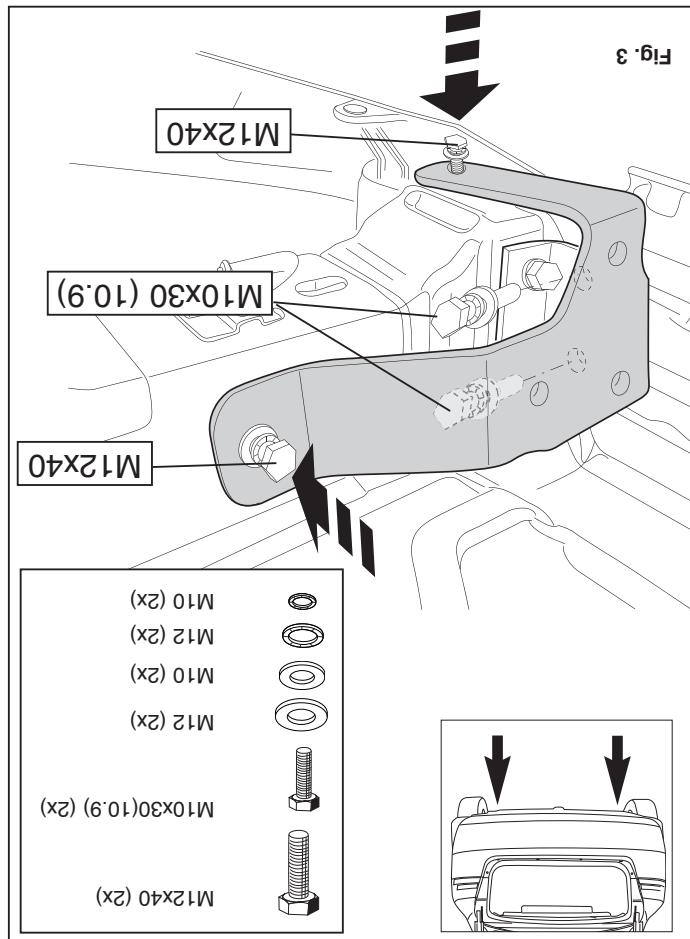
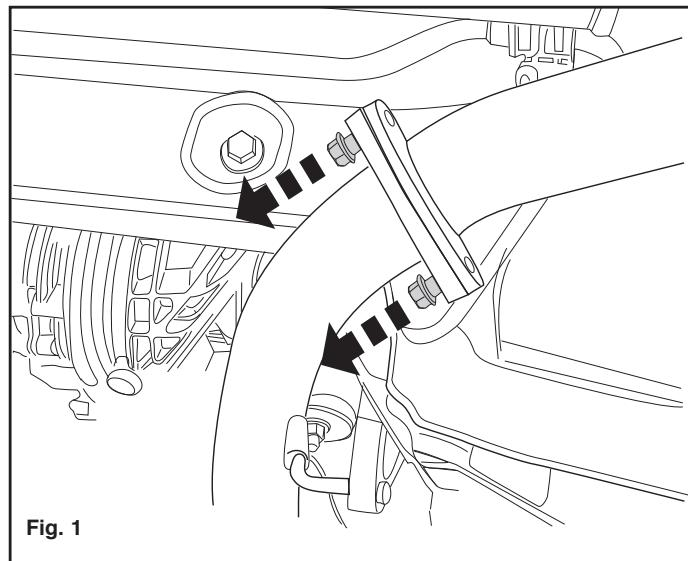
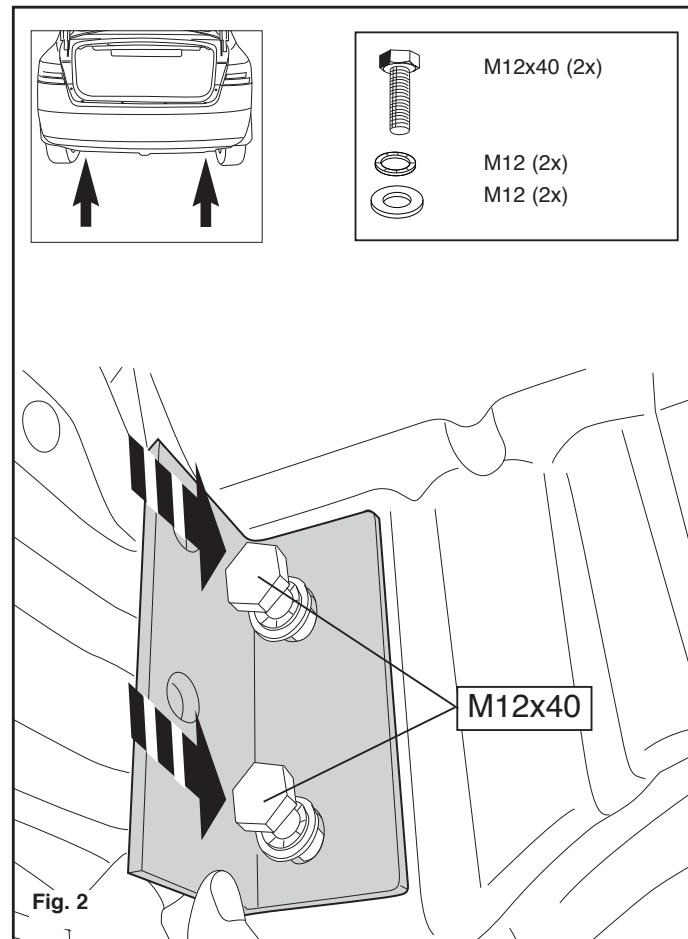

Fig. 3
Fig. 1
Fig. 2
4. Fit the sideplates C at the left and right at points D, E and F, hand-tight. See figure 3.
1. Démontrer le dérailer silencieux de l'échappement. Voir la figure 1.
2. Démontrer l'anneau de remorquage (G). Il ne sera plus utilisé.
3. Poser l'ensemble les supports A à les fixer à l'emplacement des points B, monter les plaques latérales C à gauche et à droite à l'emplacement des points D, E et F sans serrer. Voir la figure 3.
4. Monter les plaques latérales G à droite à l'emplacement des points E et F sans serrer. Voir la figure 2.
1. Demonter den bageste lydpotte. Se fig. 1.
2. Demonter sejlingen (V). Denne bliver overflødige.
3. Anbring støtterne A og monter disse ved punkterne B monter det hele manuelt. Se fig. 2.
4. Monter sidepladerne C i venstre og højre side manuelt ved punkterne D, E og F. Se fig. 3.
- Zdemontować ostatni tłumik rury wydechowej. Patrz rysunek 1.
- Zdemontować pierścień holowniczy (L). Tego nie będzie się ponownie używać.
- Umieścić wsporniki A i umocować je w punktach B, lekko przymocować całość. Patrz rysunek 2.
- Zamontować panele boczne C po lewej i po prawej stronie w miejscu punktów D, E i F, bez przykręcania. Patrz rysunek 3.